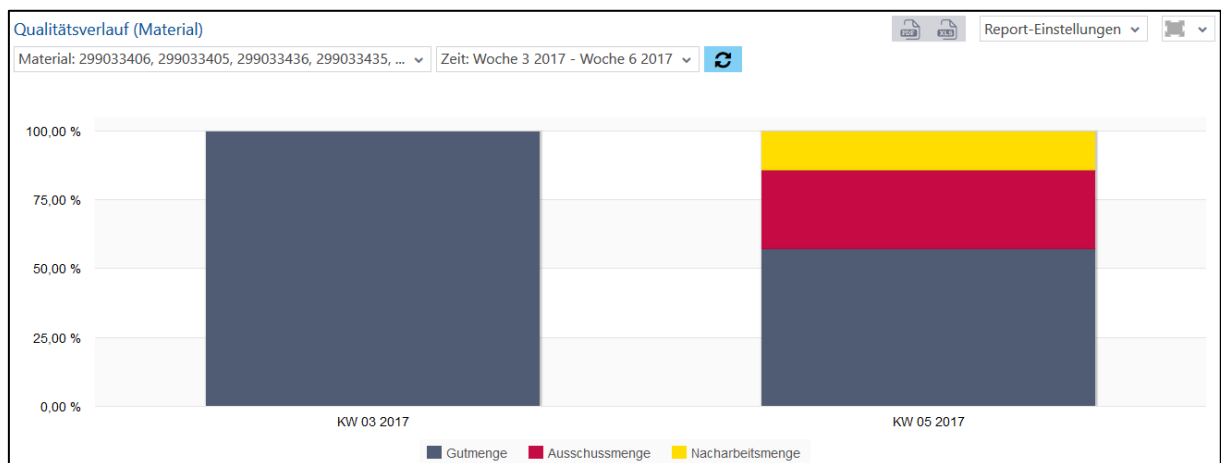

Bild 111: Qualitätsverlauf (Material) als Säulendiagramm
- Qualitätsverlauf (Material) als Säulendiagramm (Bild 111):